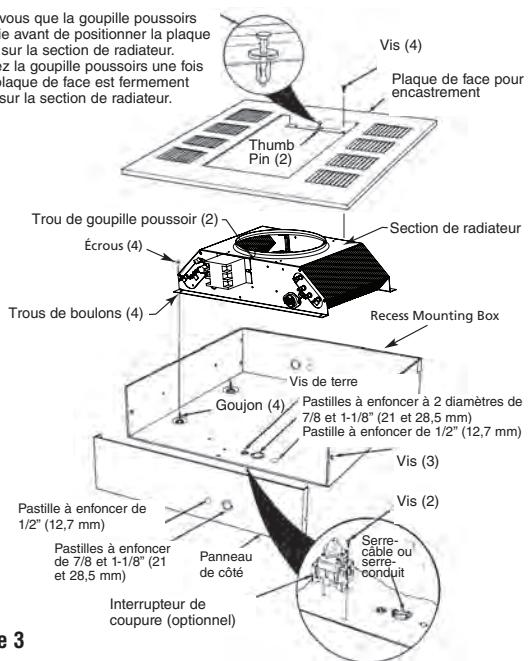

Figure 3
1. Enlevez le boîtier de montage encastré (Figure 3) du carton contenant l'enceinte de montage encastré, de type REA.
2. Enfoncez l'une des pastilles et installez-y un serre-câble ou serre-conduit (Figure 3).
4. Installez l'interrupteur de coupe optionnel (si nécessaire) comme c'est montré en Figure 3.
8. Positionnez la section de radiateur par-dessus les goujons du boîtier de montage encastré (Figure 3).
- Poussez la section de radiateur sur les goujons et serrez bien les quatre écrous (fournis) sur ces goujons pour fixer la section de radiateur sur le boîtier de montage encastré (Figure 3).
- Enlevez la plaque de montage encastré (Figure 3) du carton contenant l'enceinte de montage encastré, de type REA.
REMARQUE : Assurez-vous que la goupille pousoir dans chaque extrémité de la grille de soufflage est tirée en position sortie pour permettre aux corps de goupille de bien entrer dans les trous de la section de radiateur (Figure 3).
- Installez et serrez bien quatre vis (fournies) pour retenir la plaque de face pour encastrement avec la section de radiateur (Figure 3).